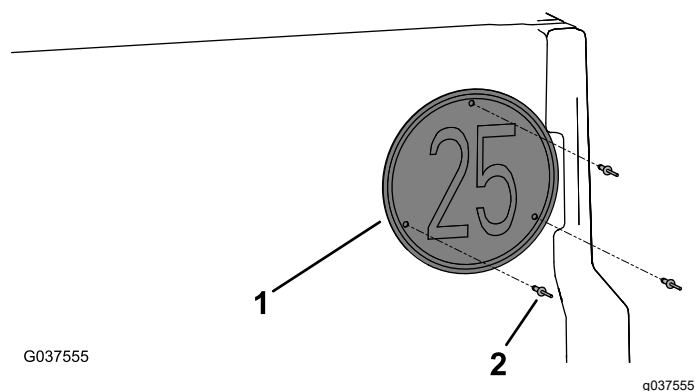

图 14
4. 如图 14 所示用 3 个弹伸铆钉 3/16 x 15/16 英寸将速度面板安装到尾门上。